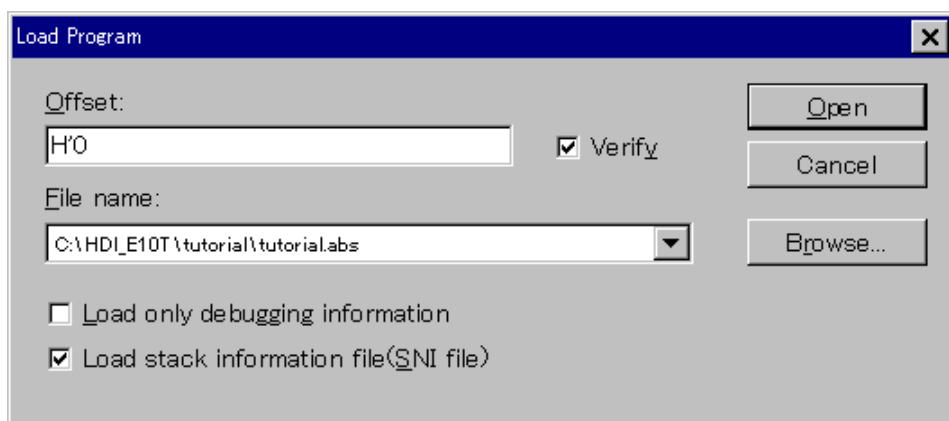

図 3.4 [Load Program] ダイアログボックス
- [File]メニューから[Load Program...]を選択します。[Load Program]ダイアログボックスが表示されますので、[Offset]エディットボックス、および[File name]リストボックスに図 3.4 に示すように入力し、[Open]ボタンをクリックしてください。